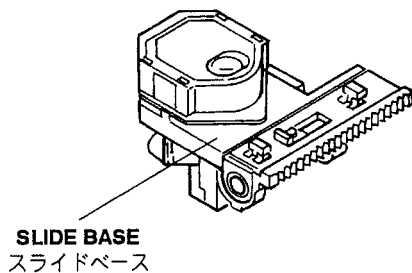

Fig. 3-1
- Hold the slide base when handling the pick-up. (Fig. 3-1)
- ピックアップ ASSY の取り扱いは、スライドベースを持って行ってください。(Fig. 3-1)